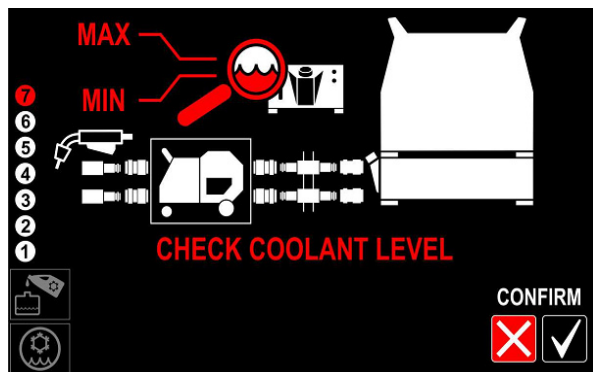

Bild 20
- Kontrollera kylvätskenivån och fyll vid behov på mer kylvätska så att nivån hamnar mellan min. och max. gränsen som visas på etiketten framtill på **COOL ARC® 60** - (bild 20 eller 28).